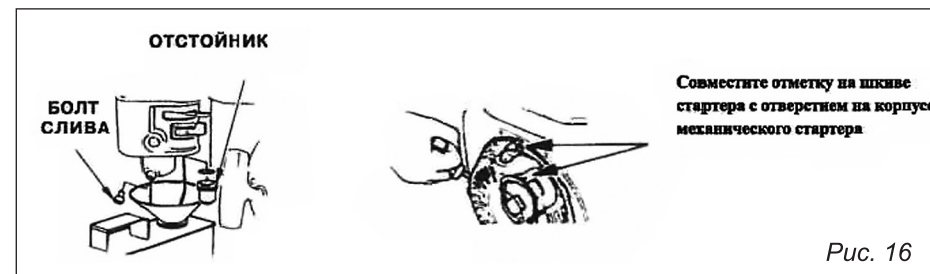

Рис. 16
8. Проверните несколько раз коленчатый вал двигателя, чтобы масло равномерно распределилось, затем установите свечу зажигания. Медленно тяните ремень стартера, пока не почувствуете сопротивление. Продолжайте тянуть, пока паз на шкиве стартера не поравняется с отверстием на механическом стартере (рис. 16). В этой точке впускной клапан и выпускной клапан закрыты, и это поможет защитить двигатель от внутренней коррозии.